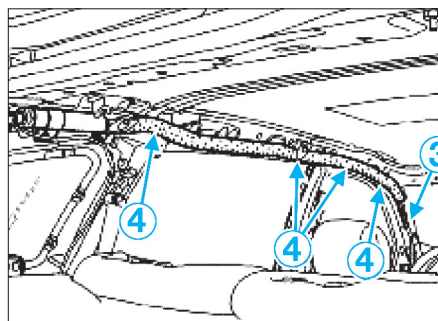

FIG. 13
- Déposer la vis (2).
- Déposer le pion (3) (fig. 13).